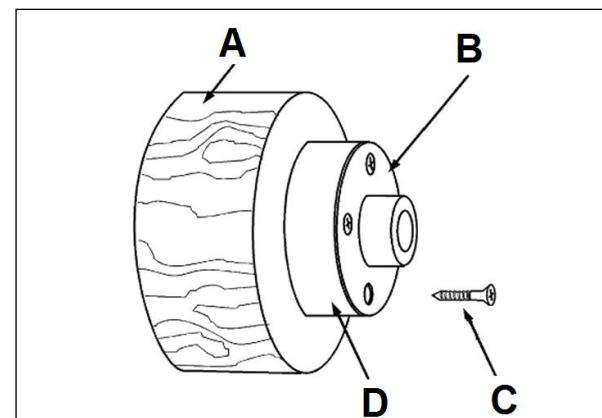

Fig 28
Befestigen Sie das Werkstück (A, Fig 28) mit 4 Holzschrauben (C) direkt an der Aufspanscheibe.